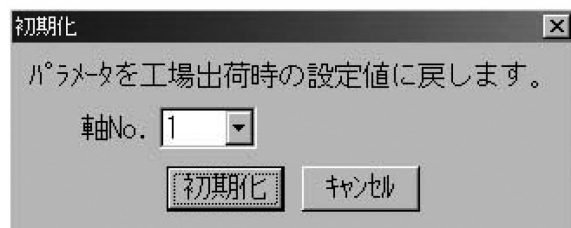

図 18.4 初期化ダイアログ
(3) で表示されたメニュー「パラメータ(工場出荷値)」を選択すると、図 18.4 のダイアログが表示されます。